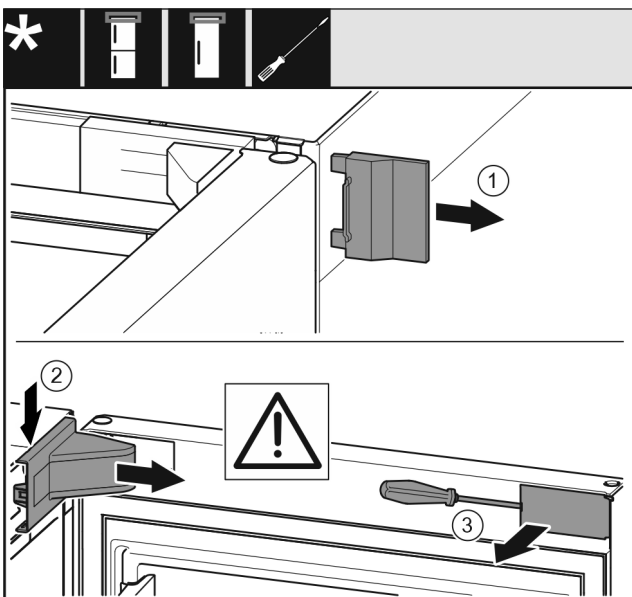

Fig. 9
- ▶ Fjern det ytre dekkelet. Fig. 9 (1)
- ▶ Friggjør og løsne lagerbukkdekelet. Ta av lagerbukkdekelet. Fig. 9 (2)
- ▶ Klikk ut panelet og sving det til side med en skrutrekker. Fig. 9 (3)